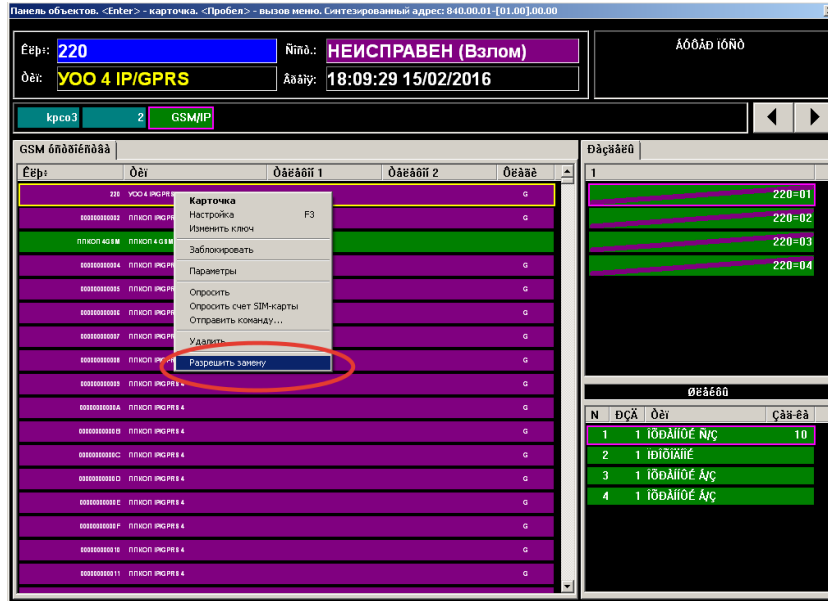

Рисунок 1. Контекстное меню разрешения замены устройства в панели объектов
- в окне **Панель объектов** на сервере АРМ ДПУ выбрать из контекстного меню строки объекта опцию **Разрешить замену** (рисунок 1).